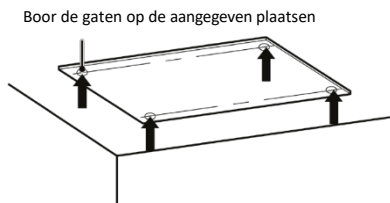

Fig. 2
- (1) Plak het referentiekaartje op de montageplaats; boor 4 gaten op de plaatsen die op het kaartje zijn aangegeven, zoals weergegeven in afb. 2; de diameter van het gat is afhankelijk van de diameter van de expansiebout en de diepte bedraagt 60 tot 70 mm, zoals weergegeven in afb. 3.